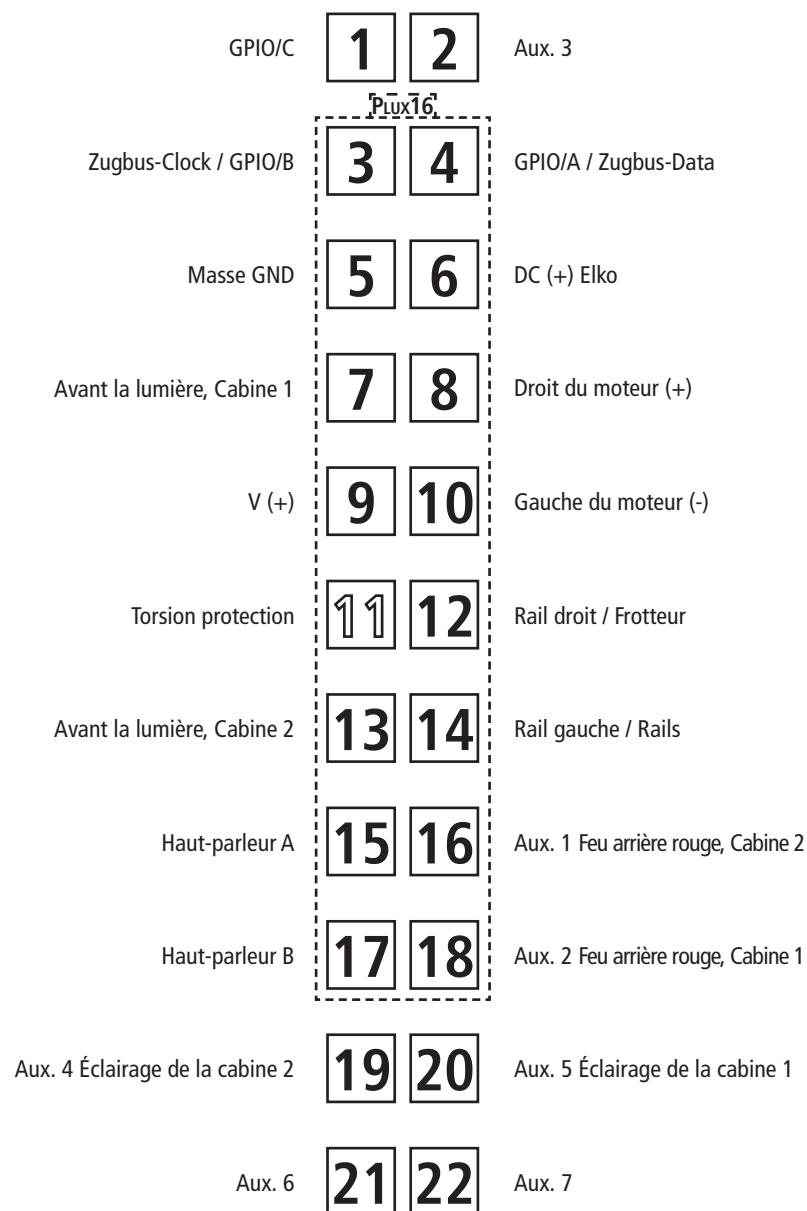

Fig. 5
**2. Schmierung:** Versehen Sie die im Schmierplan in Fig. 5 gekennzeichneten Stellen mit nur **kleinen Öltropfen**. Dazu zuerst das Lokgehäuse abnehmen (Fig. 3). Wir empfehlen den **ROCO Öler Art.-Nr. 10906**. Fürs Schmieren der Getriebeteile (Zahnräder, Schnecke) empfehlen wir das **ROCO-Spezialfett Art.-Nr. 10905**. Im Falle der Schmierung diese Teile **nicht ölen**.
**2. Lubrication:** Apply **tiny oil drops** to spots marked in fig. 5. Prior to lubrication dismantle locomotive (fig. 3). We recommend using item no. **10906, Roco oiler**. For lubrication the gearparts (e.g. cogwheels, worm) we should recommended our Roco **special grease** (item no. **10905**). **Attention:** Please do not oil these parts when using our grease.
**2. Graissage:** N'appliquez **qu'une toute petite goutte** aux endroits indiqués par le plan de graissage (fig. 5) après avoir démonté la caisse de la locomotive (fig. 3). Nous vous recommandons **le graisseur à huile Roco réf. 10906**. Pour graisser les engrenages (roues dentées, vis sans fin) nous vous conseillons la **graisse spéciale Roco réf. 10905** pour engrenages en matières synthétiques. Lorsque vous utilisez cette graisse il faut éviter d'huiler ces composants.